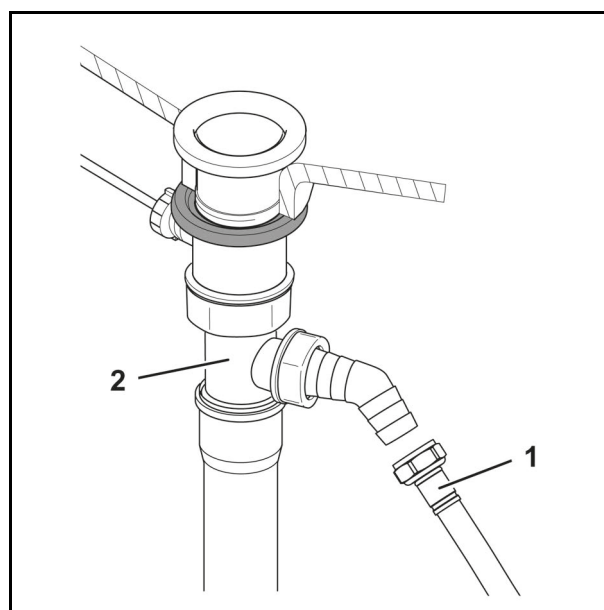

Abb. 18
1. Trennen Sie die Drainageleitung (Abb. 18/1) des Untertischgeräts vom Siphon-Adapter (Abb. 18/2).